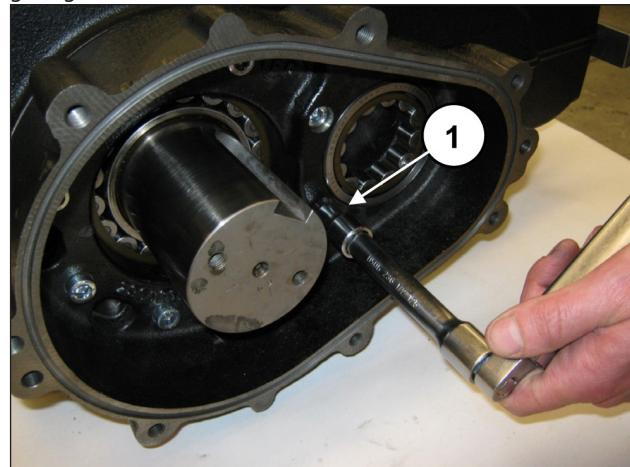

Abb. 66
Drehen Sie die 8 Schrauben M10x40 fest (Pos. ①, Abb. 66). Eichen Sie die Schrauben mit einem Drehmomentschlüssel, wie in Kapitel 3 EICHWERTE FÜR DEN SCHRAUBENANZUG gezeigt.